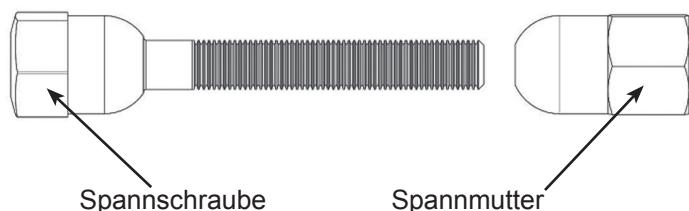

Abbildung 6
3. Die Spannschraube durch die Spannringenden führen und die Spannmutter mit dem abgerundeten Ende in Richtung Spannring gegenschrauben (Abb. 6).